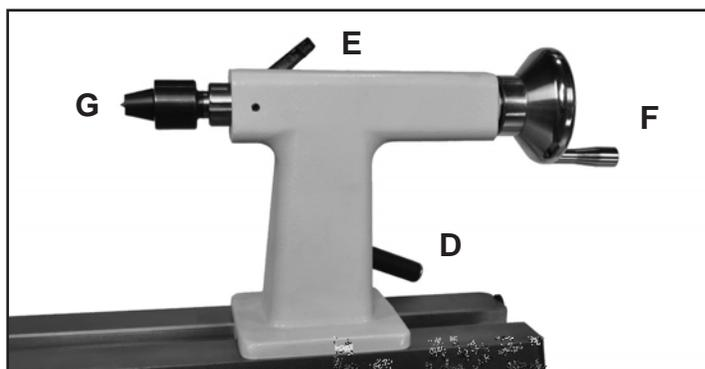

FIG. 5
1. **MANIJA DE BLOQUEO DEL CABEZAL MÓVIL:** (FIG. 5, D) Esta bloquea el cabezal móvil en posición a lo largo de la bancada. Desbloquee la manija de la leva para posicionar el soporte de herramienta para mover el cabezal móvil. Apriete la manija cuando esté en la posición deseada. Vea la página 12 para ajustes de la presión de sujeción.
2. **MANIJA DE BLOQUEO DE LA CAÑA DEL CABEZAL MÓVIL:** (E) Esta asegura la caña del cabezal móvil en posición. Desbloquee la manija para mover la caña, con punta giratoria, adelante o atrás. Apriete la manija de bloqueo cuando la caña esté en posición.
3. **RUEDA DE MANO DE LA CAÑA DEL CABEZAL MÓVIL:** (F) La rueda de mano avanza o retrae la caña de 0 de 3-1/2". La manija de bloqueo de la caña (E) tiene que estar floja para mover la caña.
4. **LA PUNTA DEL CABEZAL MÓVIL:** (G) Se utiliza para torneear entre puntas. La Punta giratoria (#20C) y la Caña (#6C) tienen conos MT-2. Para quitar la punta giratoria, retire la caña hasta que se afloje la punta, o utilice el expulsador.